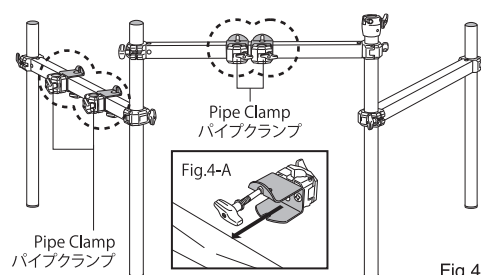

Fig.4
4. Attach the Pipe Clamps (Fig.4-A) placing two on the center of the front bar and two on the side extension as shown (Fig.4).
パイプクランプをフロントバーに2箇所、左手側のサイドバーに2箇所、取付けます (Fig.4, 4-A)。